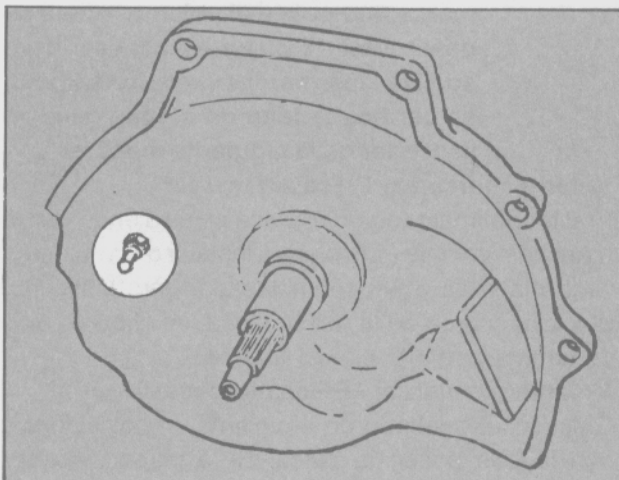

Fig. 5 - Punto de sujeción de la horquilla de desembrague.
- Desprender la horquilla por presión del punto de apoyo "A" en la carcasa (Fig. 5).